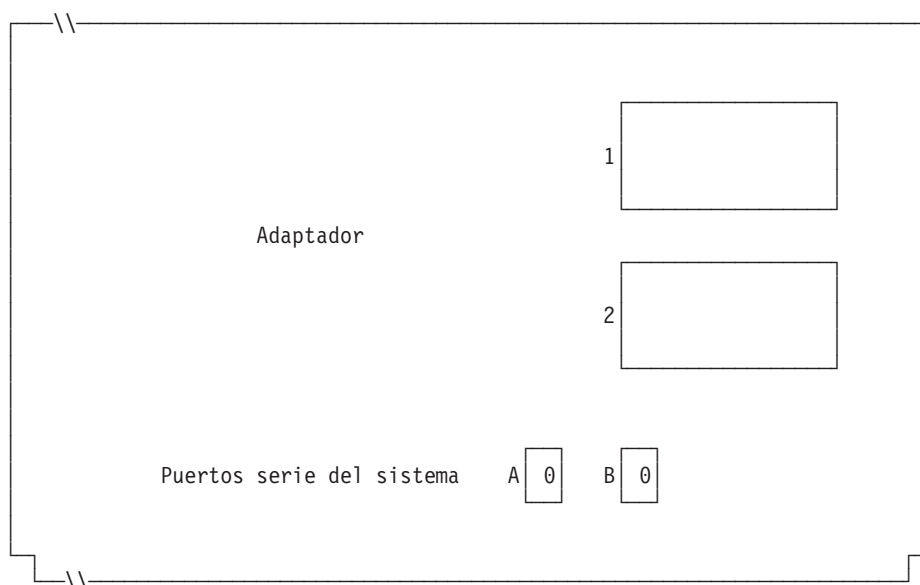

Figura 109. Lado derecho de la parte posterior del Terminal de Punto de Venta IBM 4694-2x7
6. Si las aplicaciones de terminal utilizan un puerto asíncrono, escriba el número de puerto en la Figura 109 en la página 327. Especifique un 0 para los puertos no utilizados por el terminal. Los números de puerto válidos son 1, 2, 3, 4.